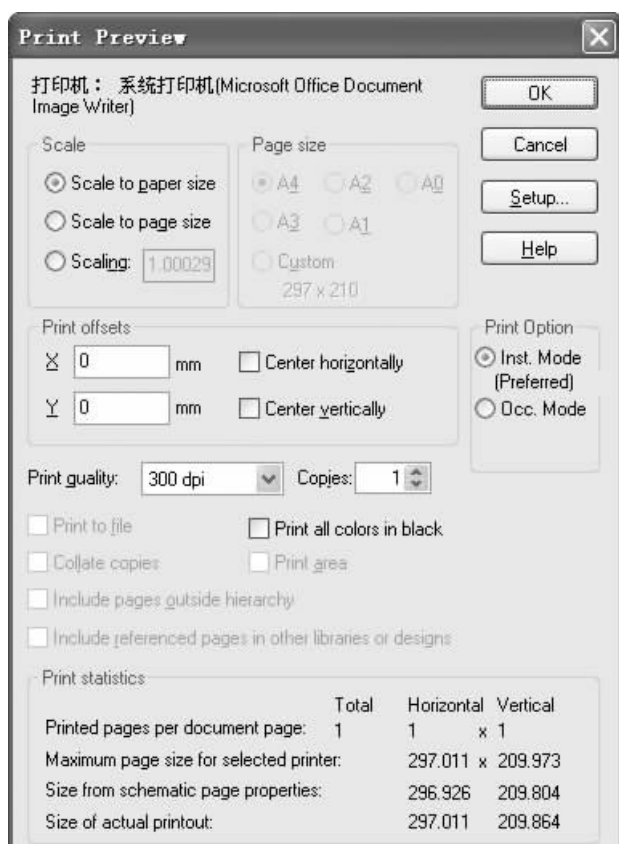

图 7-41 打印设置对话框
4) 选择菜单栏中的“File（文件）”→“Print Preview（打印预览）”命令，弹出如图 7-41 所示的“Print Preview（打印预览）”对话框，打印预览，查看打印预览效果，如图 7-42 所示。